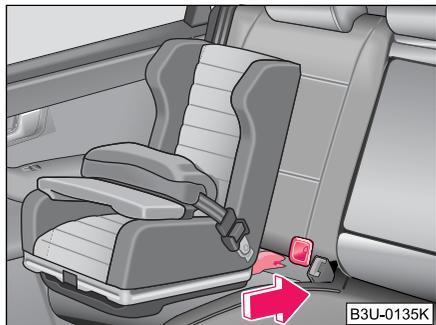

Abb. 114 Der ISOFIX-Kindersitz wird in die montierten Aufnahmehalter geschoben
- Schieben Sie die Rastarme des Kindersitzes über die montierten Aufnahmetrichter in die Halteösen, bis er hörbar einrastet ⇒ Abb. 114.